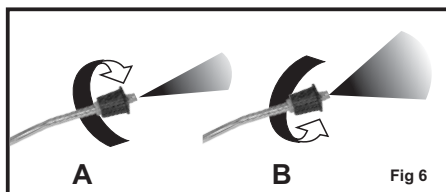

Fig 6
- Para aumentar a pressão girar a manopla no sentido horário (fig. 6 pos.A)
- Para reduzir a pressão gire a manopla no sentido anti-horário (fig.6 pos.B)